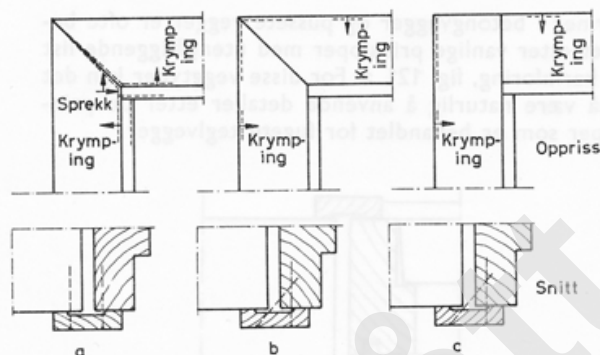

Fig. 02, a, b, c.
- 02 Ved vanlig dørbelistning viser det seg, ofte etter en tid, sprekker i sammenføyningene. Også karmen gir seg slik at det dannes sprekker i hjørnene. Dette er en ulempe som er vanskelig å unngå. Listen spikres som regel både i karm og vegg. Når listen krymper, holdes den fast i veggen slik at den trekker karmtreet med seg og den typiske kilesprekk i hjørnet oppstår, samtidig som karmen går opp i sammenføyningene, fig. 02 a Ulempen er mest utpreget ved de brede listverkprofiler. For å redusere ulempen av dette forhold, er det av betydning at listverket er tørt når det monteres og at man velger smale profiler.
Ved å spikre listen bare i karmen vil den trekkes med karmen under krympingen slik at sammenføyningen blir tettere, fig. 02 b. Ved denne metode er det også av betydning at listverket er tørt når det monteres, at man velger smale profiler og at sammenføyningen av hjørnene ikke utføres altfor tett fordi listene vil presses sammen under krympingen. Presset blir størst ut mot hjørnet av sammenføyningen og kan medføre at selve listen sprekker dersom det utføres for tett. Fig. 02 c viser en måte for montering av listene som er brukt ved ferdigbehandlet listverk.